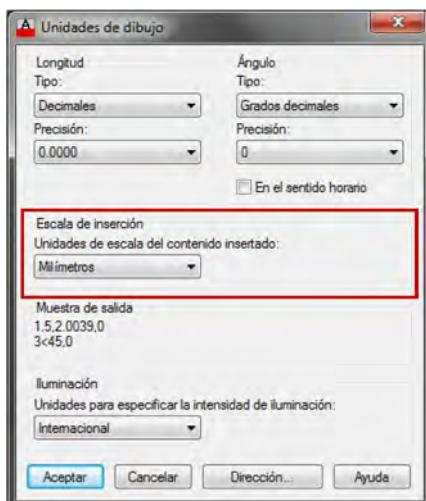

Figura 15.7. Cuadro de diálogo Unidades de dibujo.
- La lista desplegable **Unidad de bloque** permite consignar las unidades de medida empleadas para la representación de los objetos que forman el bloque. Su importancia es decisiva en el tamaño final de cada una de las inserciones del bloque y está íntimamente ligada con las **Unidades de escala del contenido insertado** (variable de sistema **INSUNITS**), que se establecen en el cuadro de diálogo **Unidades de dibujo** (figura 15.7). En el momento de insertar el bloque, AutoCAD multiplica el valor de la escala de inserción por el resultado del cociente entre las unidades del bloque y las unidades del dibujo.